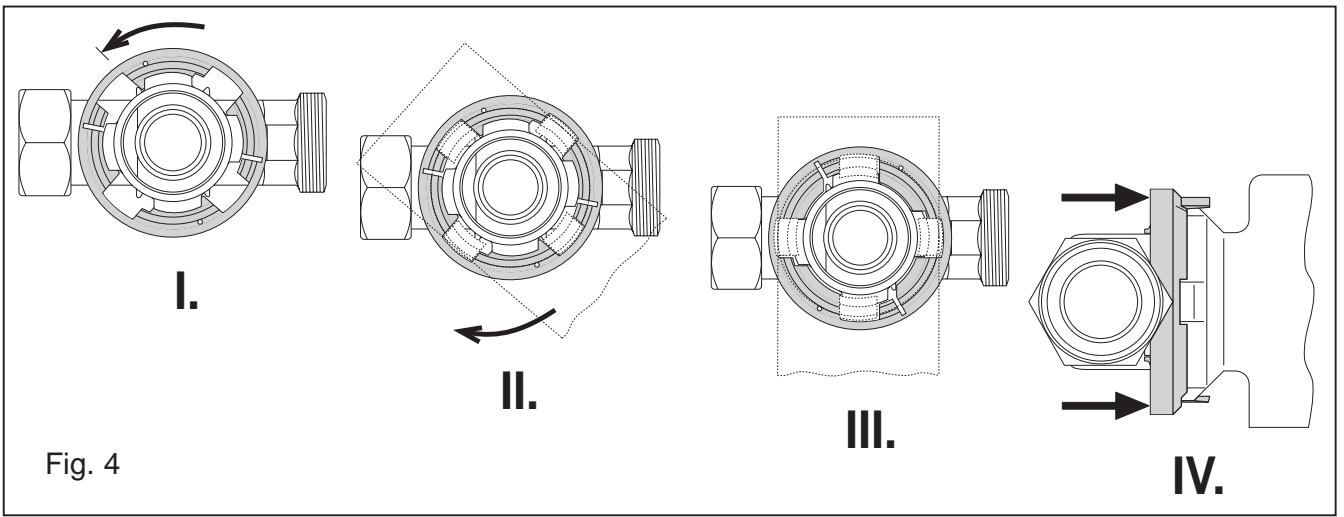

Fig. 4
1. Den Sicherungsring bis zum Anschlag nach links drehen (siehe Fig. 4).